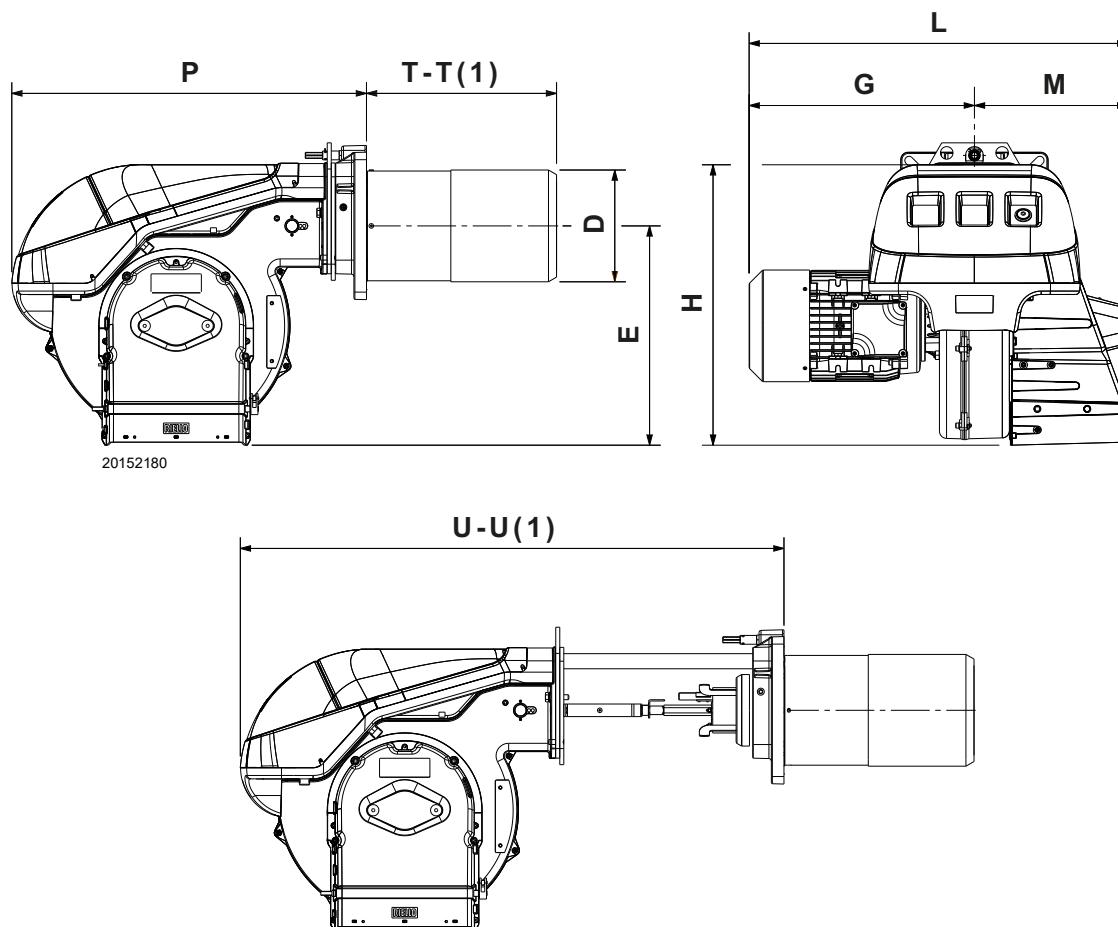

Fig. 2
4.3.1 Dimensiones máximas (Fig. 2) - medidas aproximadas
Las dimensiones máximas del quemador se indican en Fig. 2.